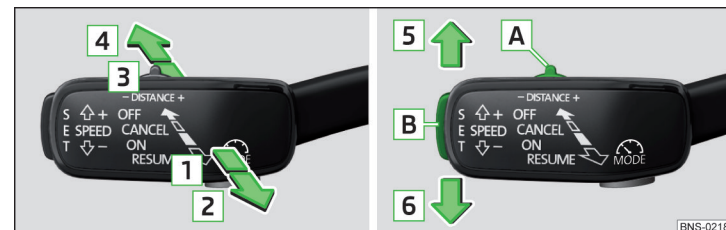

Abb. 300 Bedienungshebel
» Abb. 300
- Die Taste **SET** » **Abb. 300 auf Seite 257** drücken.
- **oder:** Den Hebel in die gefederte Stellung **RESUME** » **Abb. 300 auf Seite 257** einstellen.
- Den Hebel in die gefederte Stellung **CANCEL** » **Abb. 300 auf Seite 257** einstellen.
Die gewünschte Geschwindigkeit wird mit dem Bedienungshebel eingestellt oder geändert » **Abb. 300 auf Seite 257.**
Die Abstandsstufe zum vorausfahrenden Fahrzeug kann mit dem Hebel » Abb. 300 auf Seite 257 oder im Infotainment » Seite 256, Einstellungen im Infotainment eingestellt werden.
➤ Den Schalter **DISTANCE** in die gefederte Stellung – oder + einstellen » Abb. 300 auf Seite 257.
Ein Beschleunigungsvorgang kann jederzeit durch Betätigung des Bremspedals oder den Druckpunkt **CANCEL** am Bedienungshebel » Abb. 300 auf Seite 257 abgebrochen werden.